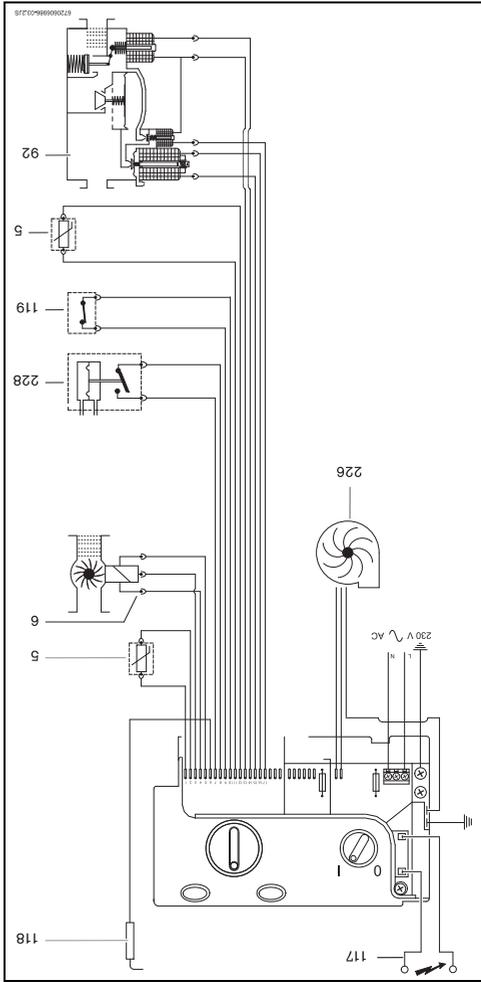

Рис. 2 Електрична схема
Відчинити газовий та водяний запірні вентилі і перевірити щільність усіх гідравлічних та газових з'єднань. Переключити перемикач (→ рис. 6, елемент 3) у робоче положення (розділ 3.2), після чого колонка готова до експлуатації. Як тільки буде відкрито кран гарячої води, датчик розходу води (рис. 2, ел. 6) надішле сигнал до електронного блоку. У наступок сигналу:
- запальник пристрої починає виробляти іскри та, одночасно, відкривається газовий клапан (рис. 2, ел. 92);
- електрод іонізації (рис. 2, ел. 118) відсілює наваніть пом'якшувача води автоматично підтримується на вихідному кристалізованому рівні за допомогою температурних датчиків та контролів.